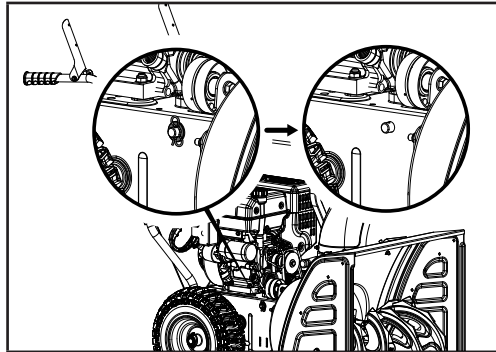
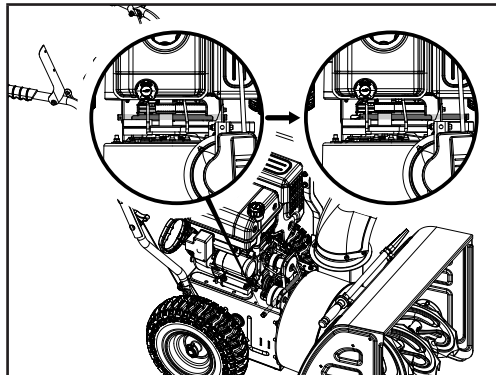

Figure 24A
Figure 24B
2. Retirez la pince et la rondelle (figure 24A), tirez la tige de soutien de moitié de l'autre côté de la souffleuse (figure 24B).